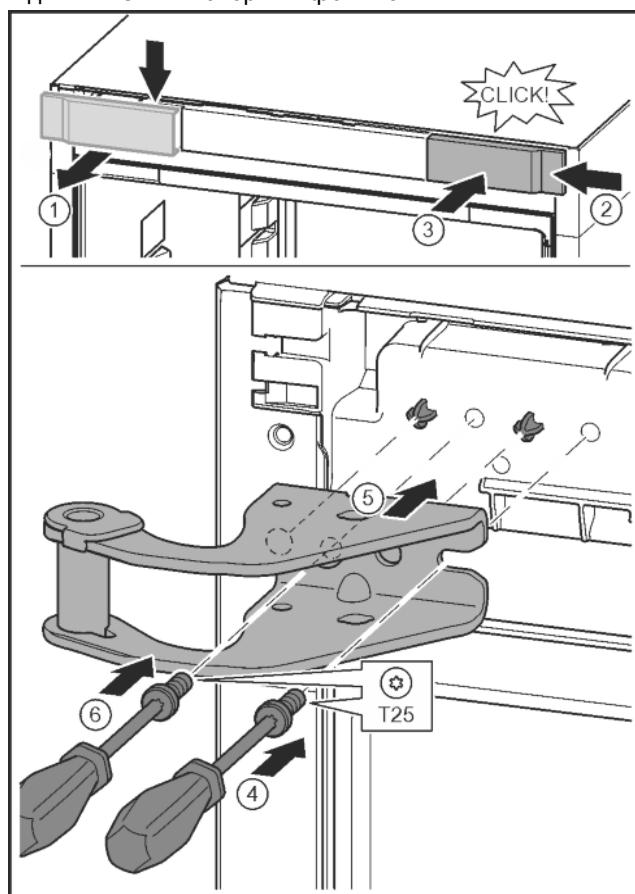

Fig. 14
- ▶ Відпустіть кришку та зніміть збоку. Fig. 14 (1)
- ▶ Почекіть кришку, що повернута на 180°, з іншого боку праворуч. Fig. 14 (2)
- ▶ Зафіксуйте кришку. Fig. 14 (3)
- ▶ Встановіть гвинт за допомогою викрутки T25. Fig. 14 (4)
- ▶ Встановіть верхній опорний кронштейн. Fig. 14 (5)
- ▶ Закрутіть гвинт. Fig. 14 (4)
- ▶ Встановіть та закрутіть гвинт за допомогою викрутки T25. Fig. 14 (6)